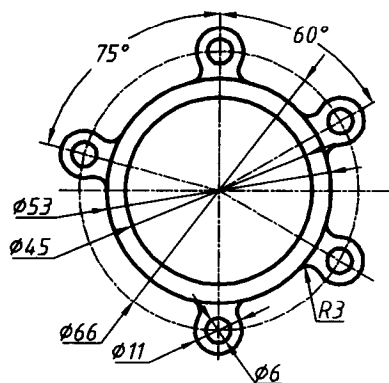

图 1-13
4. 绘制图 1-13 所示的平面图形，设置绘图界限为 297×210 。